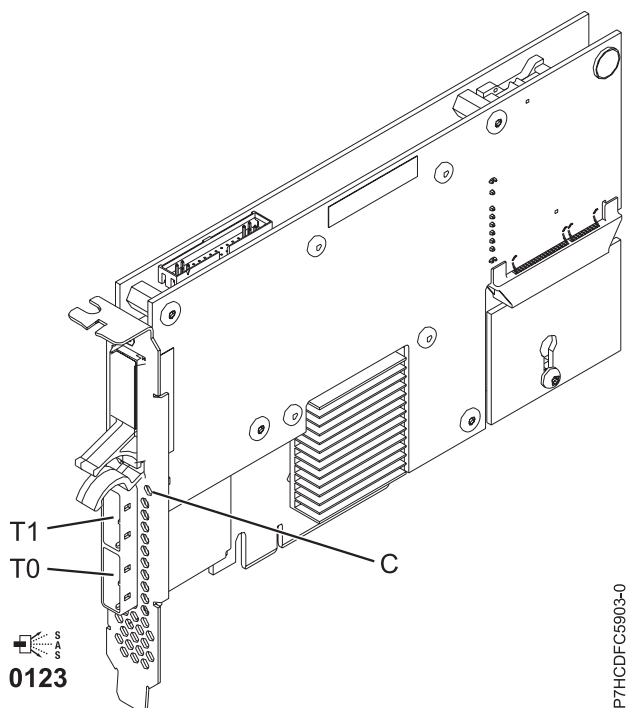

Figura 50. Adaptador RAID SAS PCIe Dual - x4 de 3 Gb
El adaptador 5805 contiene un LED ((C) en Figura 50 en la página 134) que parpadea si hay datos en la memoria caché. El LED de presencia de datos en la memoria caché parpadea cuando es posible que haya datos en la memoria caché sobre el adaptador. Si el LED de presencia de datos en memoria caché está parpadeando, no sustituya la batería de memoria caché. Si se sustituye cuando el LED está parpadeando, los datos de la memoria caché se perderán. Consulte Figura 50 en la página 134 para localizar el LED de presencia de datos en la memoria caché sobre este adaptador.